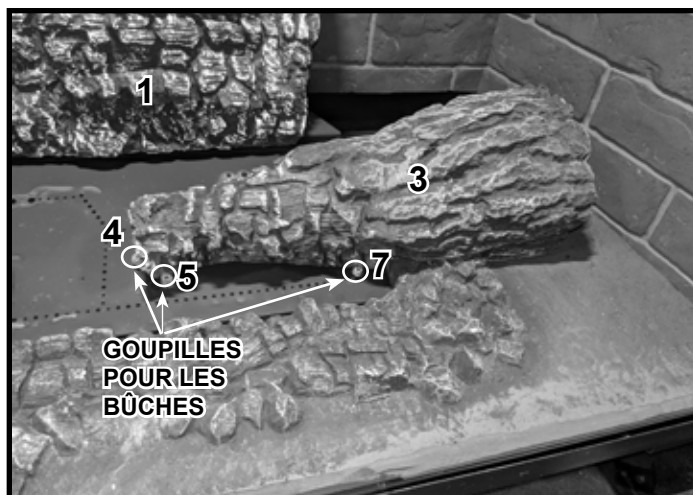
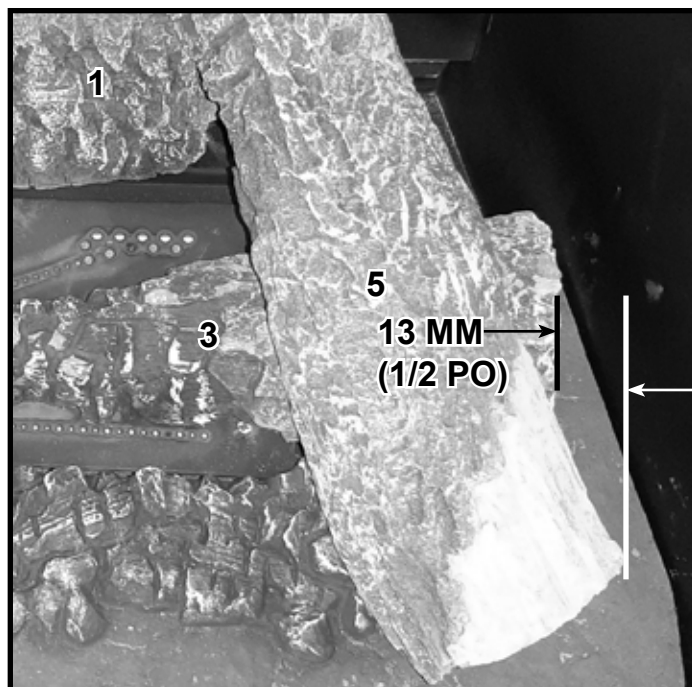

Figure 7 Position de la bûche n° 3
Figure 10 Détails d'emplacement de la bûche n° 5
**Bûche N° 3 :** Placez la bûche n° 3 en utilisant les trois goupilles de bûche comme indiqué à la figure 7. La zone plane de la bûche est placée face vers le bas sur le brûleur.
**Bûche n° 5 :** Placez l'extrémité de la bûche n° 5 qui présente le détail de combustion sur la bûche n° 1 dans la zone plane illustrée à la figure 5. Placez l'extrémité présentant le détail de la fente comme indiqué dans les figures 7 et 8. Lorsqu'il est correctement placé, le coin inférieur droit de la bûche n° 5 dépasse l'extrémité droite de la bûche n° 3 de 13 mm (0,5 pi). Voir la figure 10.